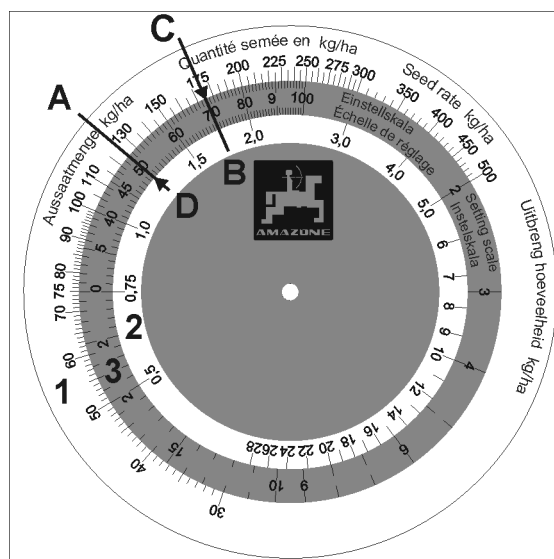

Fig. 40
Regneskiven består af tre skalaer: en udvendig hvid skala (Fig. 40/1) til alle udsåningsmængder over 30 kg/ha og en indvendig hvid skala (Fig. 40/2) til alle udsåningsmængder under 30 kg/ha. På den mellemste, farvede skala (Fig. 40/3) angives gearpositionerne fra 1 til 100.
2. Udsåningsmængden 125 kg/ha (Fig. 40/A) og "Gearpositionen 50" (Fig. 40/B) stilles over for hinanden på regneskiven.
3. Aflæs nu gearpositionen for den ønskede udsåningsmængde på 175 kg/ha på regneskiven (Fig. 40/C). I vores eksempel er dette "Gearpositionen 70" (Fig. 40/D).
1. Stil opsamlingsspande under åbningerne i tømningrørene (Fig. 40/1), før såsædsbeholderen tømmes.